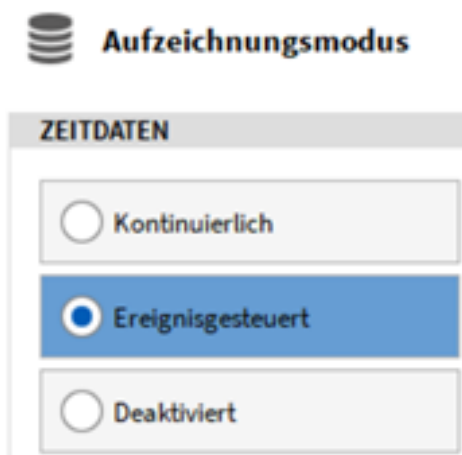

Abb. 9.31: *Ereignisgesteuerter* Aufzeichnungsmodus
- Wählen Sie *ereignisgesteuerte Aufzeichnung* als Aufzeichnungsmodus (siehe Abb. 9.31):